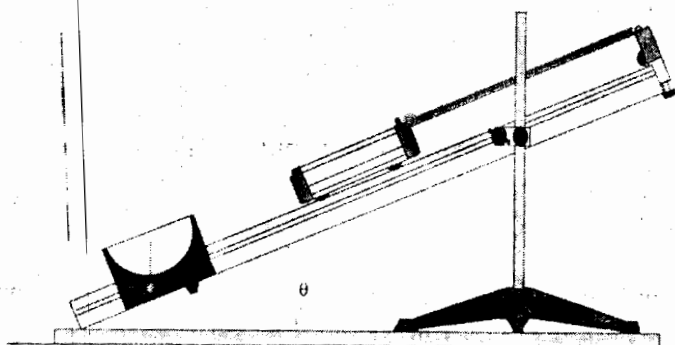

Figura 1
- I.6 Ajuste el ángulo de inclinación  $\theta$  a  $10^\circ$ , acorde con el arreglo que muestra la figura 1.